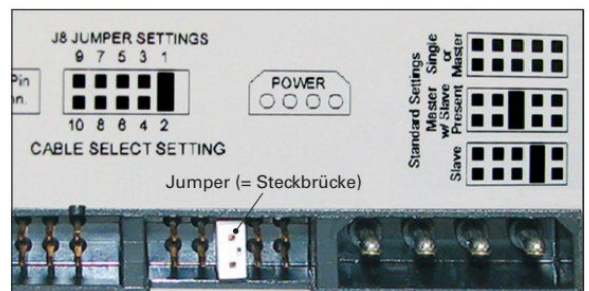

Bild 4: Jumper PATA
a) Für welchen Betrieb ist die Festplatte (Bild 4) eingestellt?